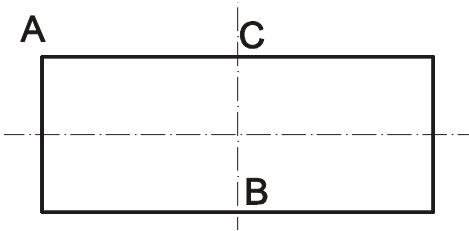

图 2-5-11
STEP 02 把图层转换到实线图层，使用 RECTANG 命令绘制座体俯视图轮廓线，如图 2-5-11 所示。其具体操作如下：
基点 : 点取 A 点，如图 2-5-11 所示 // 指定基点